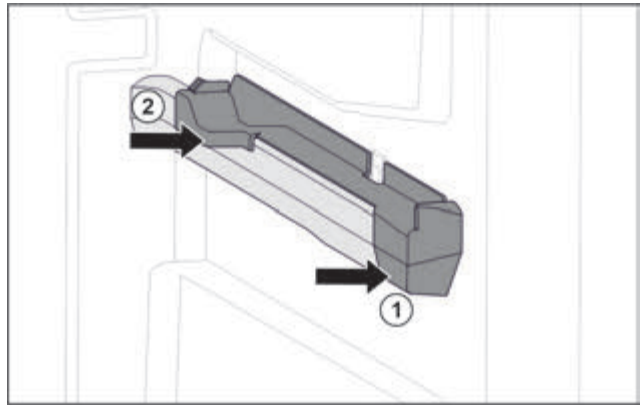

Fig. 34 Вставна частина на правому ребрі для резервуару
- ▶ Одягти вставну частину вперед на ребро резервуару. Fig. 34 (1)
- ▶ Притиснути вставну частину позаду. Fig. 34 (2)